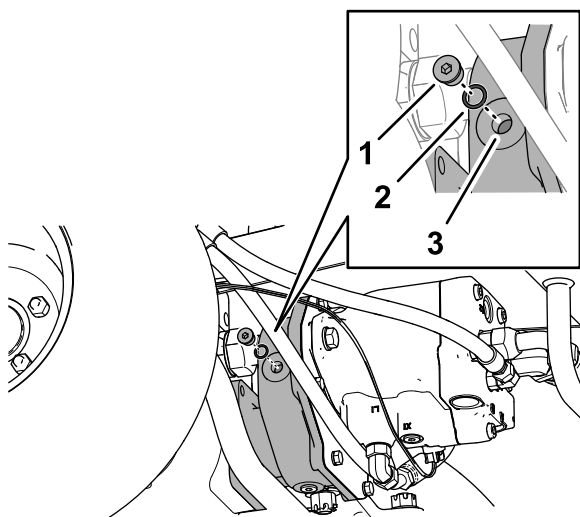

Figura 146
2. Retire el tapón de verificación/llenado del lateral izquierdo de la caja de engranajes de reducción (**Figura 146**).